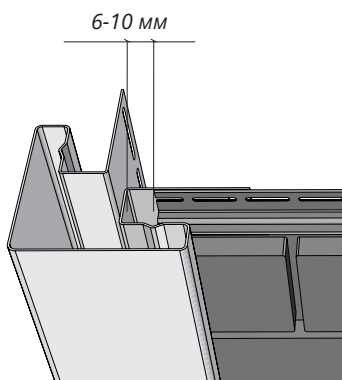
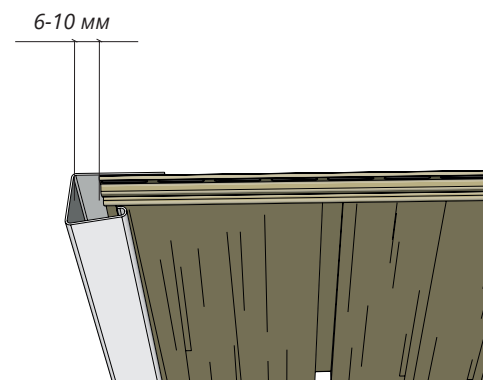

Рисунок 13
Рисунок 14
- 6.9** Для возможности движения фасадного материала при тепловых расширениях необходимо оставлять зазоры: в летний период – 6-8 мм, в зимний период – 8-10 мм. На рисунках указан общий зазор 6-10 мм (рис. 13; рис.14).